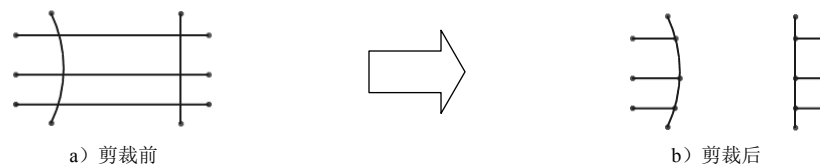

图 4.7.18 “在内剪除”方式
- 使用  在内剪除(I) 方式可剪裁交叉于两个所选边界上或位于两个所选边界之间的开环实体，如图 4.7.18 所示。